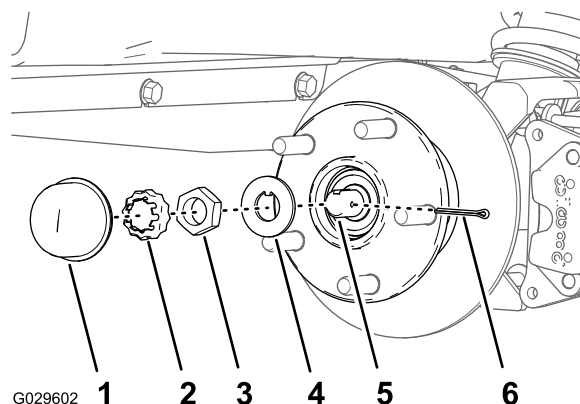
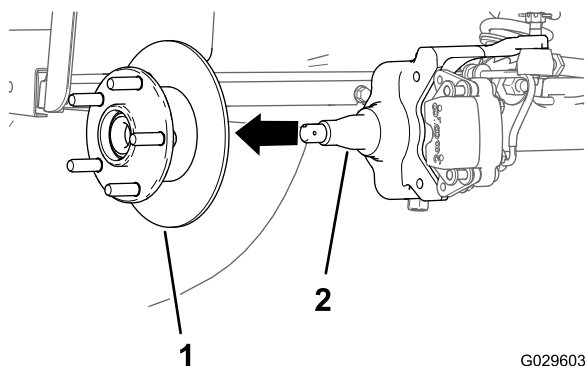

Figure 32
Figure 33
4. Retirez le capuchon antipoussière du moyeu (Figure 32).
5. Retirez la goupille fendue et le frein d'écrou de la fusée et de son écrou (Figure 32).
6. Enlevez l'écrou de la fusée, et séparez l'ensemble moyeu et rotor de la fusée (Figure 32 et Figure 33).